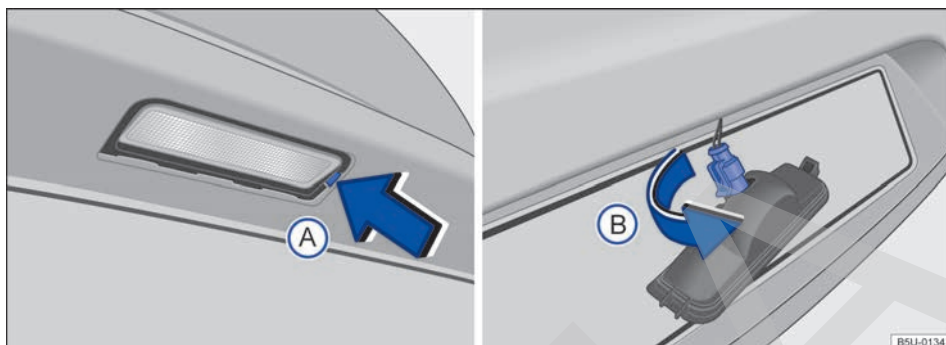

Fig. 184 En el paragolpes trasero: retirar la luz de la placa de licencia y el portalámparas.
2. Con el auxilio de un destornillador, presionar la traba ⇒ fig. 184 (A) para quitar el conjunto.
3. Girar el portalámparas en el sentido de la flecha (B), y desenchajarlo del alojamiento.
7. Presionar el portalámparas en el alojamiento y girar en el sentido contrario al de la flecha (B).